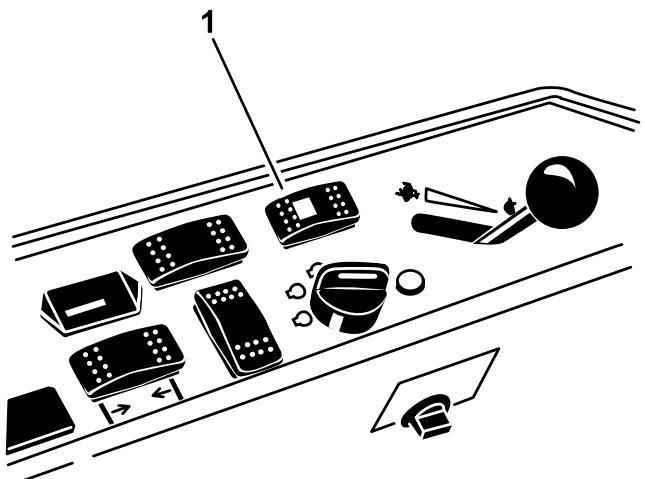

Figura 40
- Pulse el interruptor de selección de la dirección hacia atrás (dirección a 4 ruedas) (Figura 40).